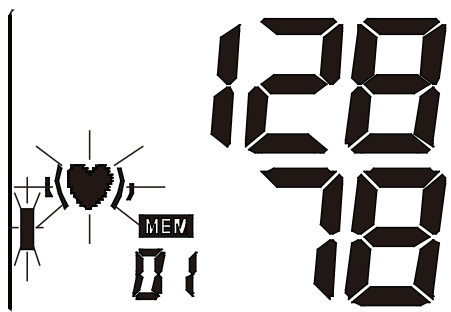
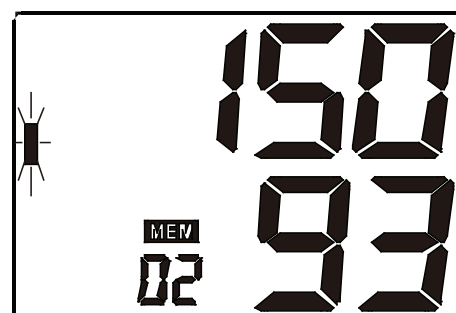

Abbildung 7-6
Abbildung 7-9
- d. Während der Mittelwert angezeigt wird, drücken Sie die Taste „MEM“, um das jüngste Ergebnis aufzurufen. Siehe Abbildung 7-6. In Folge werden Blutdruck und Herzfrequenz getrennt angezeigt. Falls eine Herzrhythmusstörung festgestellt wurde, beginnt das entsprechende Symbol auf dem Display zu blinken. Siehe Abbildungen 7-7 & 7-8. Drücken Sie erneut die Taste „MEM“, um das folgende Ergebnis anzuzeigen. Siehe Abbildung 7-9. Durch weiteres Drücken der Taste „MEM“ können so die entsprechenden Ergebnisse der zuvor durchgeführten Messungen angezeigt werden.